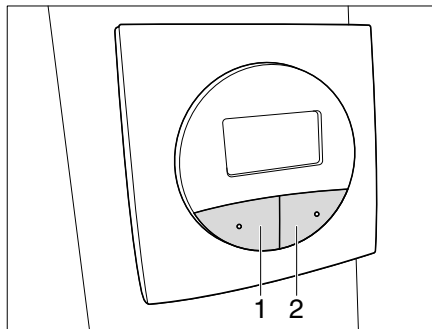

Fig. 45 Panneau antenne parabolique Teleco
- Appuyer **deux fois** sur la touche SAT (Fig. 45,2). L'antenne parabolique se déploie et recherche automatiquement le satellite sélectionné.
- Appuyer sur la touche PARK (Fig. 45,1). L'antenne parabolique est rentrée.